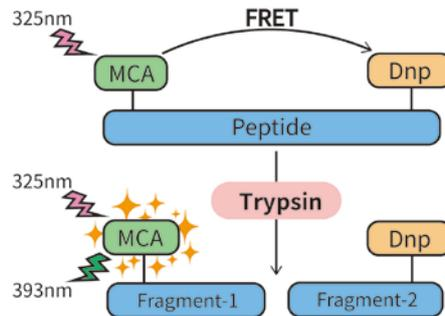

图1. 碧云天胰蛋白酶活性检测试剂盒(荧光法) (P0325)检测原理图。
- 胰蛋白酶活性检测试剂盒(荧光法)采用荧光共振能量转移(Fluorescence resonance energy transfer, FRET)的方法, 其检测原理如图1所示。MCA是荧光供体(Donor), Dnp是荧光受体(Acceptor)或称为淬灭基团(Quencher), 这两个荧光基团的吸收光谱有一定的重叠, 当这两个荧光基团间的距离合适时(一般7-10nm), 荧光能量由供体向受体转移, 导致供体荧光分子自身的荧光强度衰减。MCA和Dnp被连接到胰蛋白酶底物(Trypsin Substrate)的两端。当胰蛋白酶底物没有被切割时, 两个基团足够接近, 发生荧光共振能量转移, 即Dnp可淬灭MCA的荧光而导致检测不到荧光; 当该底物被胰蛋白酶切割后, 多肽的首尾两端分离, 两个基团分开, MCA的荧光不再被Dnp淬灭, 即可检测到MCA的荧光, 这样通过荧光检测就可以非常灵敏地检测胰蛋白酶的酶活性。MCA的最大激发波长为325nm, 最大发射波长为393nm。